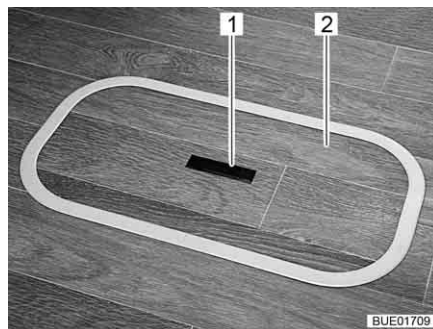
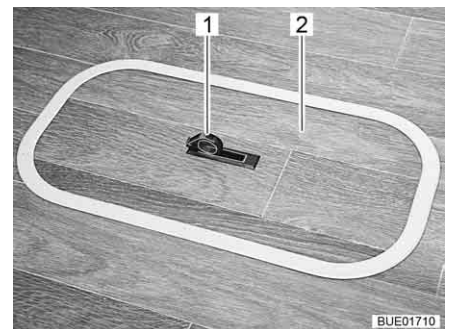

Bild 75 Lock för golvfacket (handtag sänkt)
Bild 76 Lock för golvfacket (handtag utsvängd)
- Tryck nedåt på ena sidan av gripplattan (Bild 75,1). Handtaget (Bild 76,1) svängs upp.
- Ta av locket (Bild 75,2 eller Bild 76,2) uppåt.